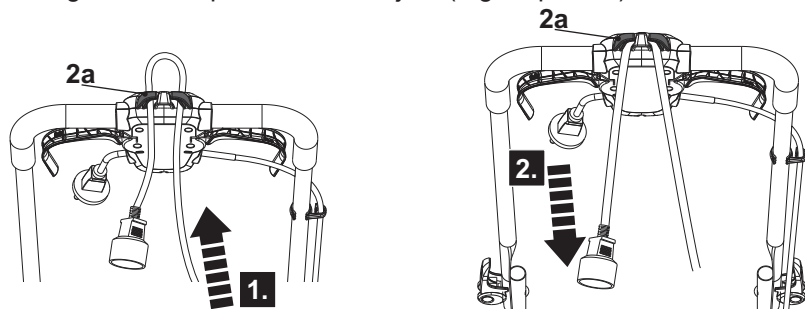

Fig. 8
1. Doble el cable alargador hacia atrás, a unos 30 cm del extremo y pase el nudo por el agujero de la protección trasera (2a) (Fig. 8, paso 1).
2. Páselo por el gancho del retenedor del cable (2a) y tire suavemente de él para asegurarse de que está bien sujeto (Fig. 8, paso 2).